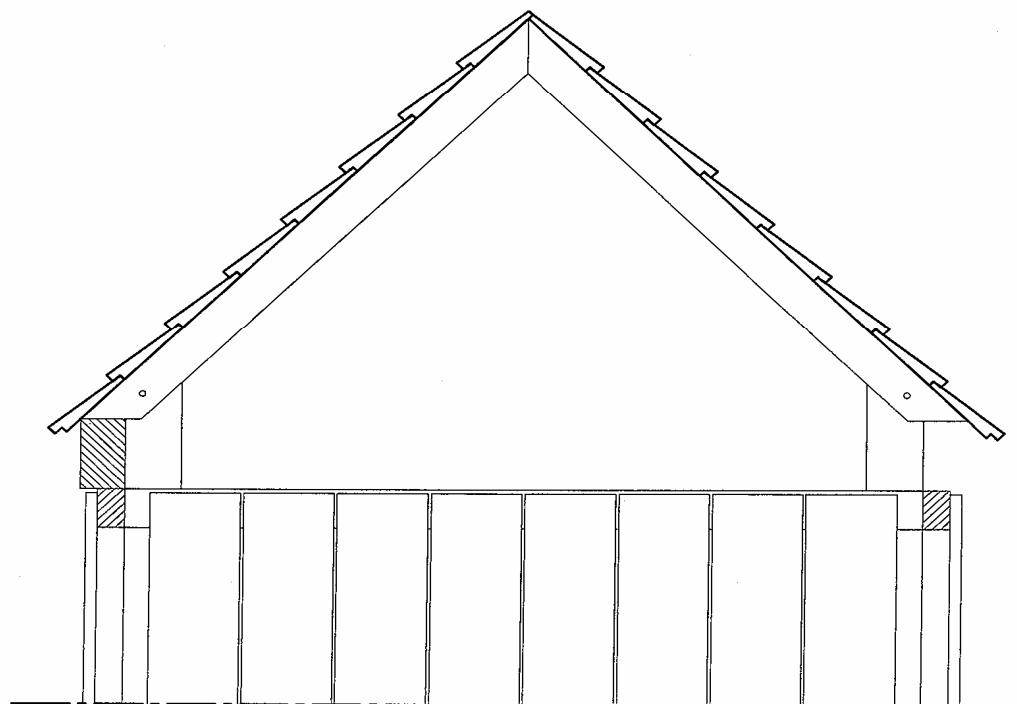

Figuur 23
30. Bevestig het eerste deel Q gelijk met de punt van het dak (zie figuur 23), laat het rabbatdeel daarbij aan beide uiteinden ± 82 mm over het dakframe steken. Bevestig daarna een deel Q op het andere dakvlak, gelijk met de bovenkant van het al gemonteerde deel Q (zie figuur 23). Gebruik hiervoor houtschroef no. 4 (4 x 40).